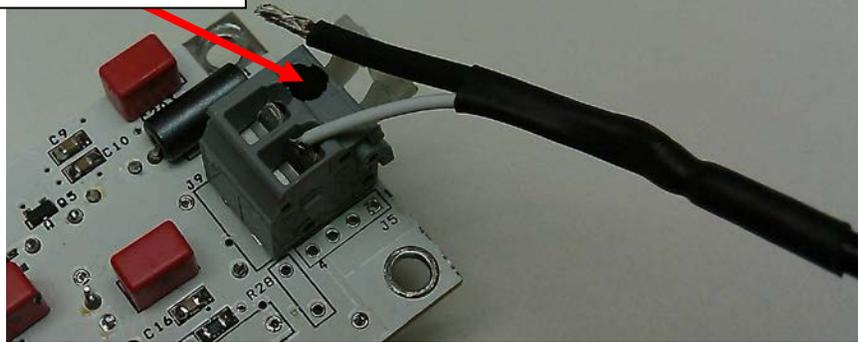

Figura 1: Acoplamiento principal del conjunto de sonda
- g) En la placa del circuito, empuje las abrazaderas de la terminal hacia abajo e inserte el nuevo cable asegurándose de que el cable negro se instale en la terminal indicada con pintura de color negro. (Consulte la Figura 1)